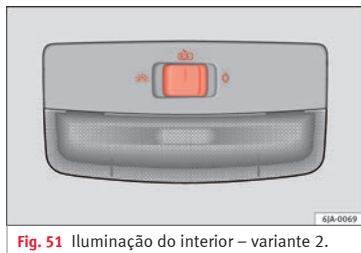

Fig. 51 Iluminação do interior – variante 2.
- Mova o comando das luzes para a posição  » Fig. 51.